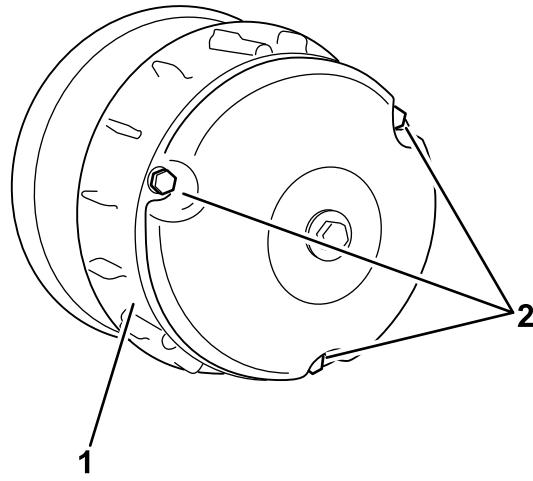

Рисунок 59
- Отверните три болта крепления крышки сцепления и снимите крышку (Рисунок 59).
- Установите крышку сцепления и закрепите ее 3 болтами (Рисунок 59), снятыми при выполнении пункта 2.